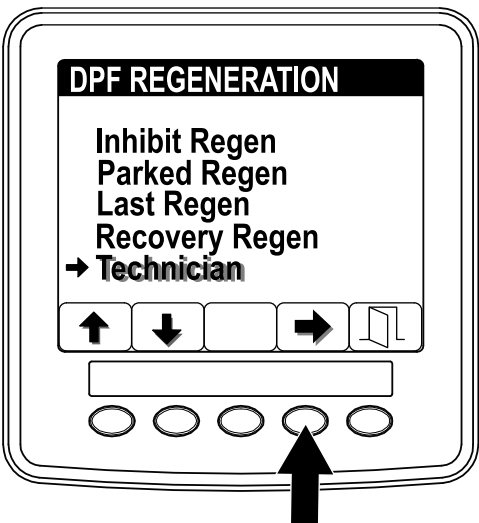

Рисунок 36
1. Перейдите к меню DPF Regeneration (Регенерация DPF) и нажмите кнопку 1 или 2 для прокрутки вниз к опции TECHNICIAN (ТЕХНИК) (Рисунок 36).
2. Нажмите кнопку 4 для выбора позиции Technician (Техник) (Рисунок 36).